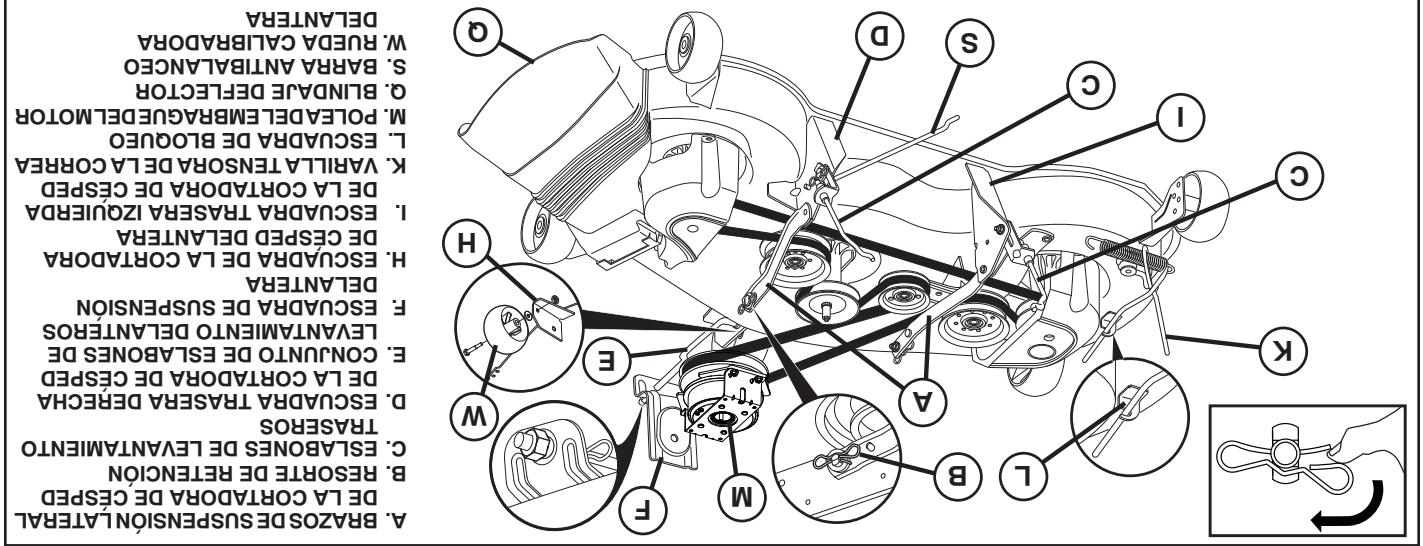

Fig. 21
9. INSTALE LA CORREA EN LA POLEA DEL EMBRAGUE DEL MOTOR (M) (Vea Fig. 21 y 33)
- Desenganche la varilla tensora de la correa (K) de la escudra de bloqueo (L).
- Instale la correa en la polea del embrague del motor (M)
(Vea Fig. 21)
- Por el lado derecho de la cortadora, desconecte la barra anti-balanceo (S) de la barra posterior derecha de la cortadora (D) – retire el resorte de contención y la arandela, y jale la cortadora hacia usted hasta que la barra se salga del orificio de la barra.
1. INSTALE LA SEGADORA (Vea Fig. 21 - 33)